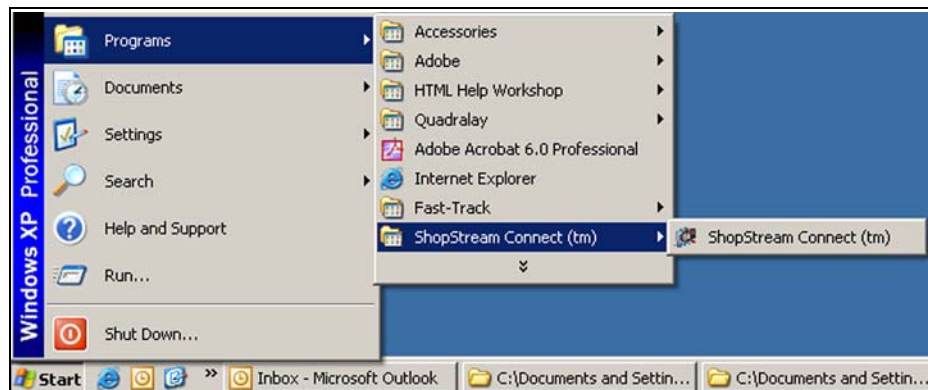

Abbildung 2-6 Auswahl Startmenü (Beispiel)
- Wählen Sie **Start > Programme > ShopStream Connect > ShopStream Connect** (Abbildung 2-6).